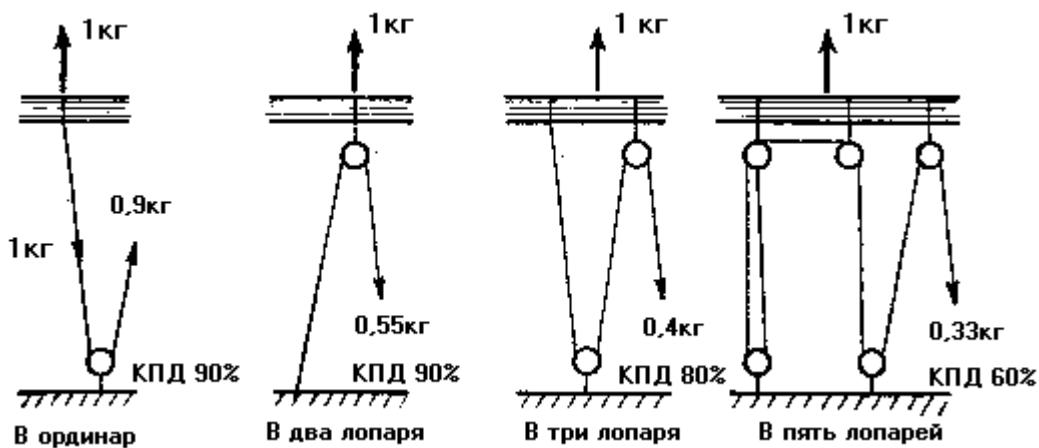

Рис. 44. Некоторые способы проводки гика-шкотов
**Блоки** служат для облегчения работы с бегучим такелажем и изменения направления тяги. Неподвижный блок не дает выигрыша в силе и служит лишь для изменения ее направления. Подвижной блок дает выигрыш в силе примерно вдвое, но для перемещения груза требует вдвое больше снастей, чем потребовалось бы без блока. Для определения выигрыша в силе, который дают тали считают, сколько снастей держит груз. Сколько таких снастей — **лопарей**, таков примерно и выигрыш в силе. Различные виды талей показаны на рис. 44. Сколько лопарей в талиях, во столько раз длиннее надо взять конец для образования талей.
Коэффициент полезного действия блока (к. п. д.) тем меньше, чем больше трение шкива по оси и о щеки, больше перегиб троса и трение самого троса. При нормальной конструкции и размерах блока его к. п. д. составляет около 90%; значит, сила на ходовом конце на 10% больше, чем на коренном. Если тали сложной конструкции, то потери довольно велики: в частности, на талях в три лопаря (рис. 44) на ходовом конце надо